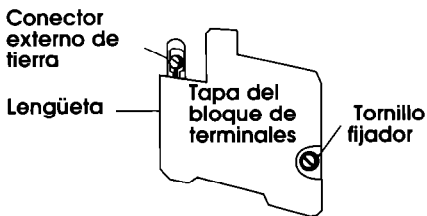

Figura 14
6. Inserte la lengüeta de la tapa del bloque de terminales en la ranura del panel posterior de la secadora (consulte la figura 14). Apriete la tapa con el tornillo fijador.